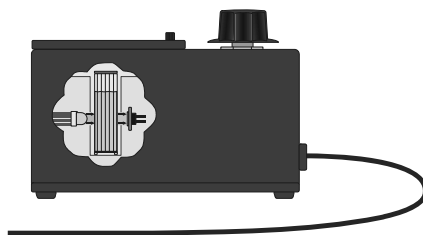

Figura 1. ORP. Imagen del Colorímetro
El objetivo primario de este experimento es determinar la concentración de una solución desconocida de nitrato de cobre (II) y de nitrato de cobalto (II). Se utiliza el Colorímetro mostrado en la Figura 1. ORP. La alta concentración de una solución colorida absorbe más luz (y transmite menos) que una solución de baja concentración.